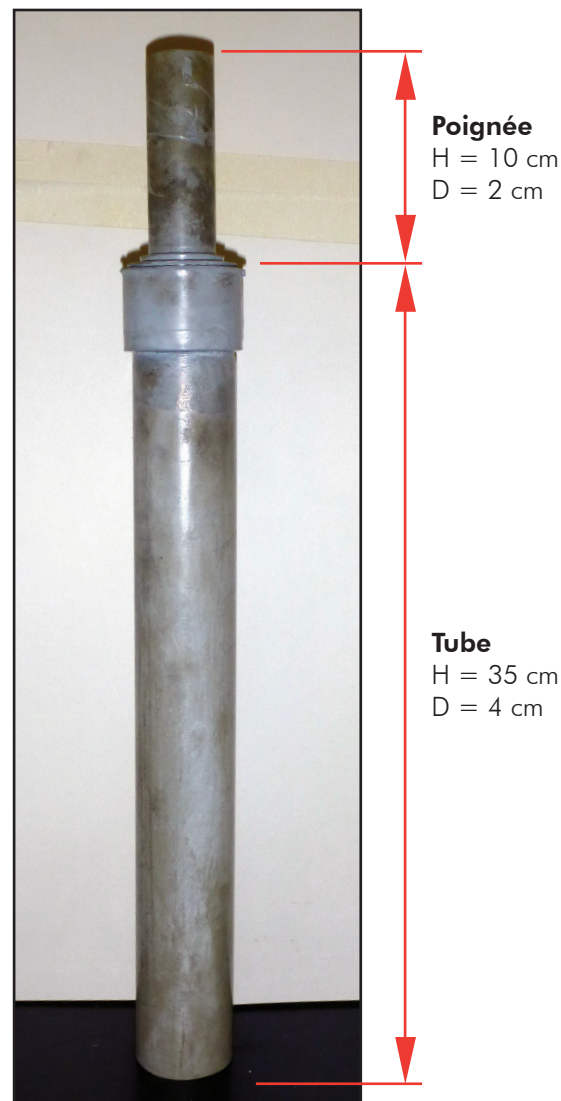

Figure 3
3. Boucher l'ouverture de la poignée du tube d'échantillonnage (figure 3) avec son pouce.
Le tube d'échantillonnage peut facilement être fabriqué à partir de tubes de PVC vendus dans les quincailleries. La figure 3 montre un exemple de tube d'échantillonnage avec des dimensions approximatives (H = hauteur et D = diamètre). Il est à noter qu'un tube trop long sera plus difficile à manipuler.